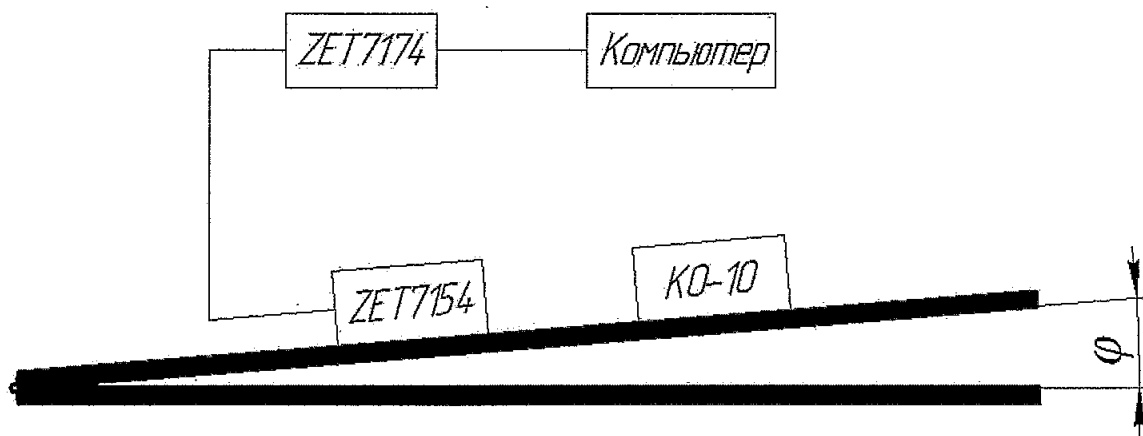

Рисунок 2
6.4.1 Закрепить инклинометр и квадрант на технологической балке. Установить балку под углом  $\varphi_0=0$  градусов, контролируя угол наклона по квадранту (Рисунок 2). Зафиксировать показания квадранта ( $\varphi_{kl\_i}$ ) с точностью до секунд.